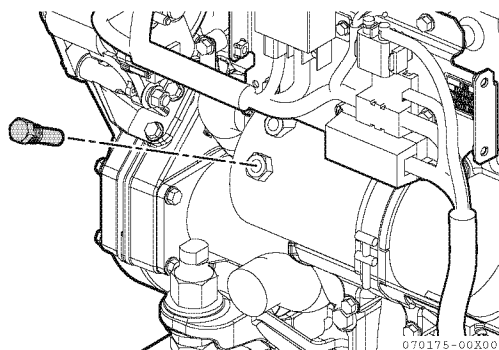

Figure 11
3. Retirez tous les bouchons (**Figure 11**), (**Figure 12**) et (**Figure 13**) anodes en ZINC étiquetées (**Figure 10**).